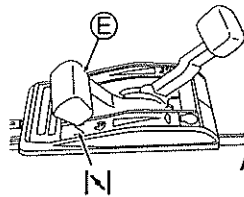

Abb. 11
- 3 Stellen Sie den Gashebel (E) auf Choke "N". (Siehe Abb. 11) (Wenn der Motor warm ist, kann er auch gestartet werden, indem Sie den Hebel auf "I" stellen.)